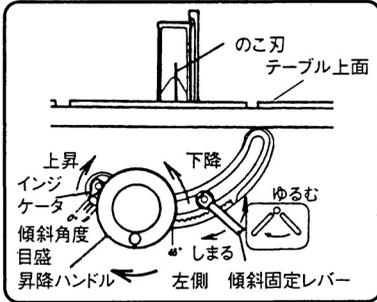

図 13-a
- ① 傾斜固定レバーを左にまわしてゆるめます。次に、昇降ハンドルを持って、左側に移動（傾斜角度目盛0°側）させ、直角ストップ用6mmシーロックナベネジ(A) (図13-c 参照)の先端に突当てます。この位置で傾斜固定レバーを右にまわして固定します。
- ② 昇降ハンドルを右にまわし、のこ刃をテーブル上面から70mmの位置にセットします。